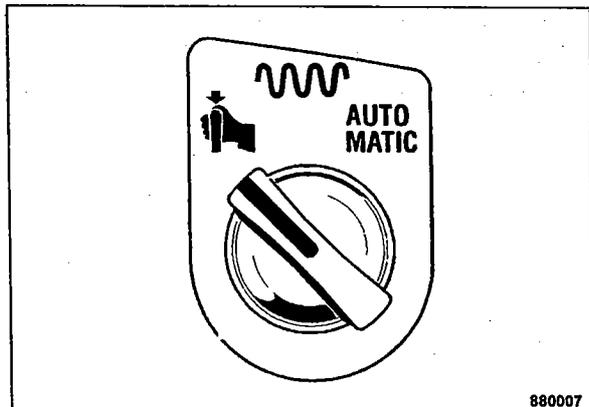

Fig. 54
- Colocar el interruptor giratorio para vibración manual o automática en manual (Fig. 54).